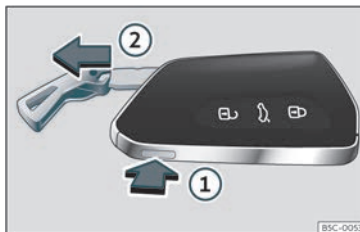

Fig. 67 Clau del vehicle:extreure l'espasí.
- Si premeu una vegada el botó»» fig. 67 ① es desbloqueja l'espasí i apareix una argolla a manera de clauer.
- Premeu el botó ① i, al mateix temps, estireu l'argolla en la direcció de la fletxa »» fig. 67 ② per extreure completament l'espasí.